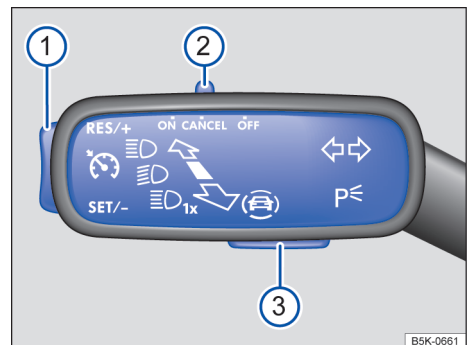

Fig. 113 À esquerda na coluna de direção: interruptores e botões do GRA.
— Empurrar o interruptor → Fig. 113 2 para a posição **ON**.
- Durante a condução, pressionar o botão → Fig. 113 1 na área SET/–.
A velocidade salva pode ser ajustada através do botão → Fig. 113 1 enquanto o GRA regula:
Para alterar continuamente a velocidade salva, manter o botão → Fig. 113 1 pressionado. O veículo adapta a velocidade atual acelerando ou reduzindo a velocidade. O veículo não freia ativamente.
- Empurrar o interruptor → Fig. 113 2 para a posição **CANCEL** ou pisar no pedal do freio.
- Pressionar o botão → Fig. 113 1 na área RES/+.
- Empurrar o interruptor → Fig. 113 2 para a posição **OFF**.
- Pressionar o botão → Fig. 113 3.